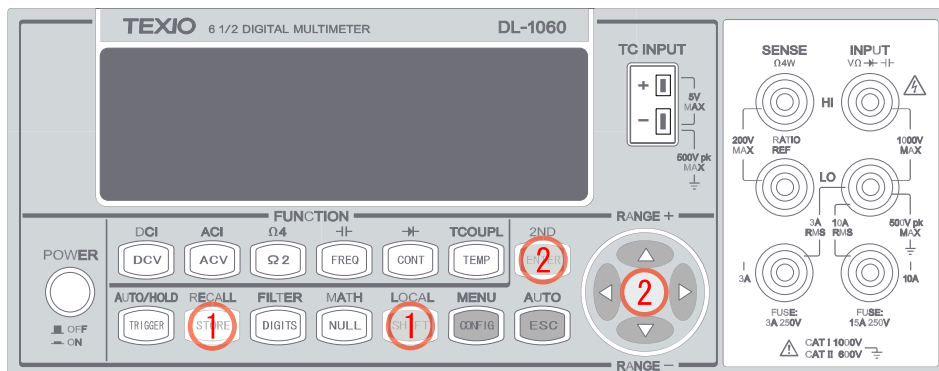

図 3-32
- ① MENU (SHIFT+CONFIG) ボタンを押します。
- ② ◀・▶、ENTER ボタン等を使い、“TRIG SYS” > “STORE RDGS” の順で操作します。◀・▶ボタンで桁を移動し、△・▽ボタンを使い希望の保存件数に設定します。ENTER ボタンを押して値を決定します。使用するボタンを図 3-32 に示します。